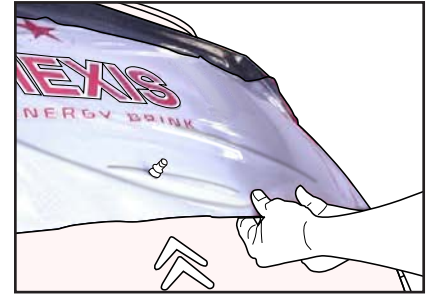

Figure 15
- › Tirer sur le bas puis sur le haut du film afin de réduire les tunnels qui se sont formés lors de l'étape précédente. (FIG. 15)